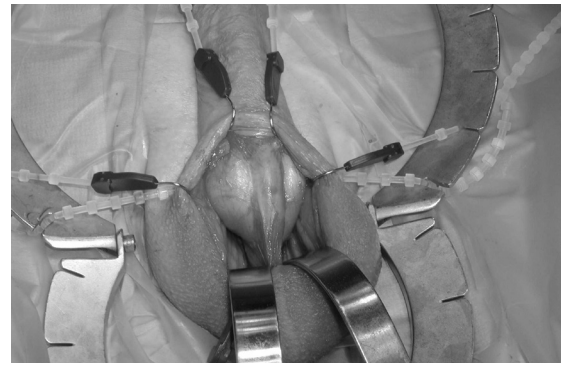

Figura 4-16.
5. Acest pas este repetat pe partea controlaterală, expunând septul scrotal. (**Figura 4-16**)